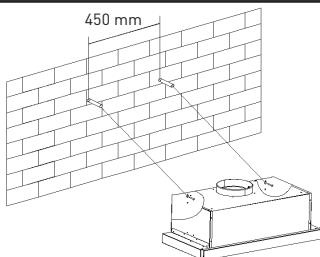

Abbildung 4
1. Bohren Sie zwei Löcher mit einem Durchmesser von 8 mm an einer geeigneten Stelle und richten Sie diese auf das Bohrloch an der Rückseite der Dunstabzugshaube aus. (Diese beiden Bohrlöcher müssen in einer waagerechten Linie sein.) (Abbildung 4)